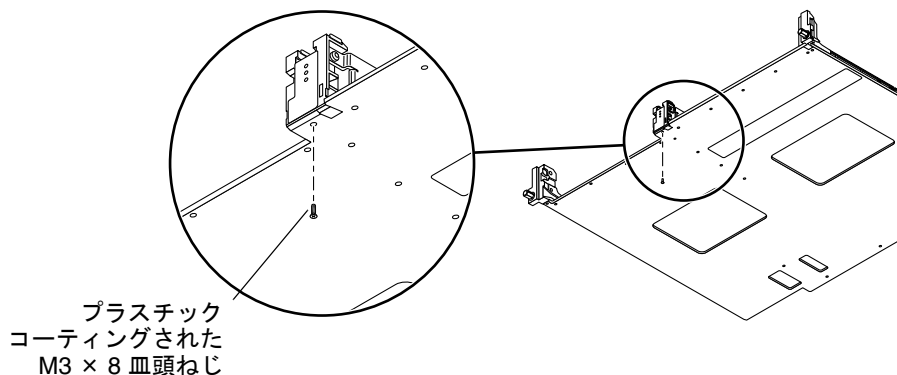

図 10-4 T レールガイドを取り外したあとのセンターガイド留め具の固定
- FRU パッケージに含まれているプラスチックコーティングされた M3×8 皿頭ねじの 1 本を使用して、センターガイド留め具を新しいキャリアプレートに固定します (図 10-4)。